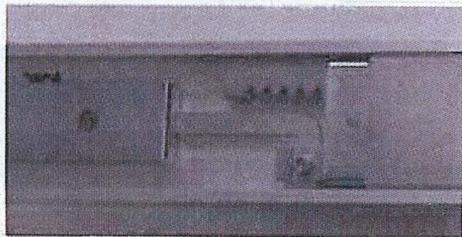

Bild 3: Rechtes Schloss
2. Rechts/Links einstellen: Zum wechseln der Sperrichtung die Triebstangen (5) und Zahnstangen (2) umdrehen und Inbusschrauben (3) auf den jeweils gegenüberliegenden Seiten befestigen. (siehe Bild 3 und 4)